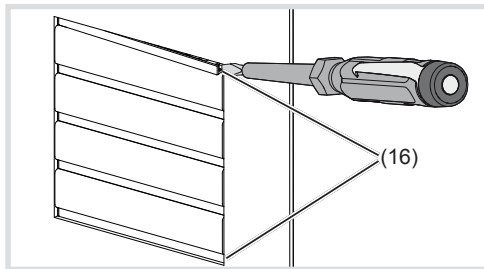

Bild 15: Entnahme Abdeckstreifen
- Die verriegelnden Abdeckstreifen (16) oben und unten mit dem Schraubendreher nach vorne hebeln und entnehmen (Bild 15).